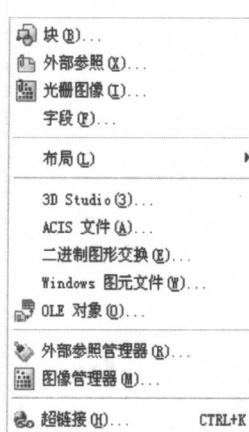

图 1-1-3
(2) 插入：插入菜单命令主要包含 AutoCAD 的图块、外部参照、外部文件的插入和管理以及绘图空间的布局等，效果如图 1-1-3 所示。